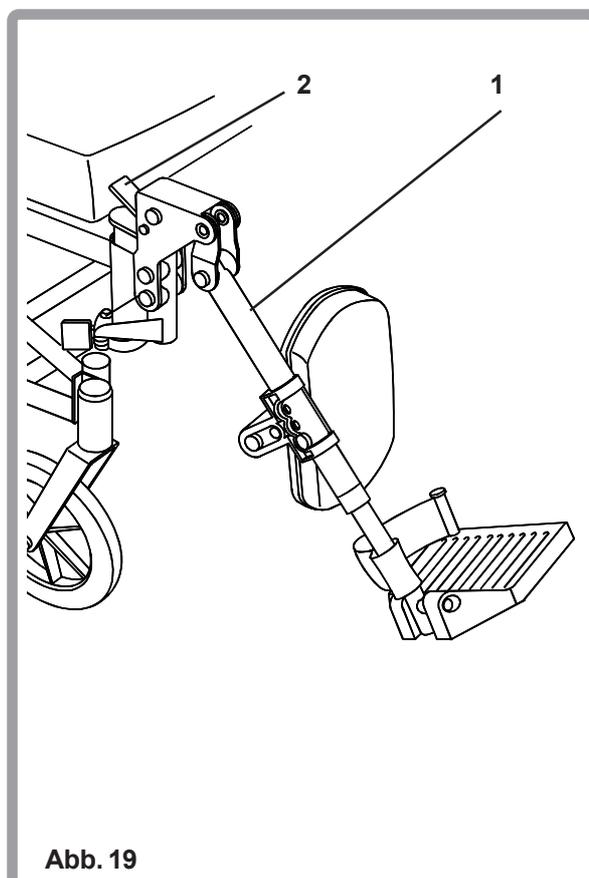

Abb. 19
Die Fusstützen (ALR) rasten automatisch ein, wenn sie angehoben werden. Um sie zu senken, während Sie in Ihrem Stuhl sitzen, drücken Sie den Auslösehebel (2) nach vorne und senken Sie die Stützen (1) in die gewünschte Position. Sie rasten dann automatisch ein (Abb. 19).